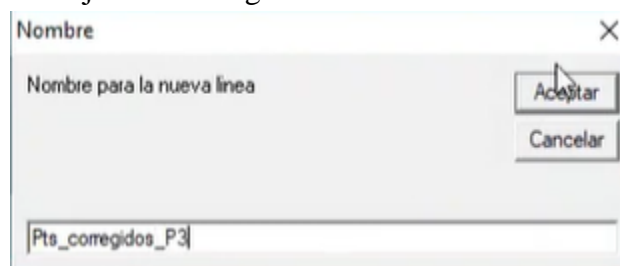

Figura 221. Nombre de la línea.
63. En la ventana que se desplegó, introducir el nombre de la poligonal y presionar “Aceptar”. Desactivar la opción “Dibujar línea”. Figura 221.